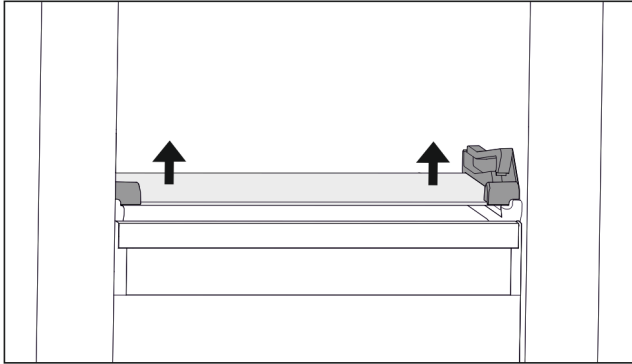

Fig. 41 Стъклена плоча на наклонящото се чекмедже
- ▶ Натиснете стъклената плоча от долу нагоре от двете страни. (виж Fig. 41)